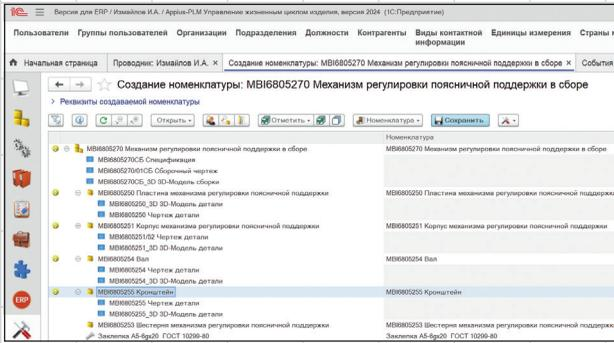

Рис. 4
- номенклатура подобрана, и после сохранения элементы будут «связаны» с ней (рис. 4);